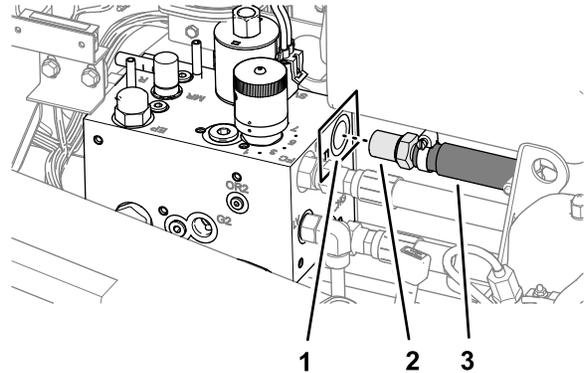

Figure 50
3. Branchez le raccord droit cannelé du flexible dans l'orifice en T du collecteur d'entraînement de roulement (Figure 50).